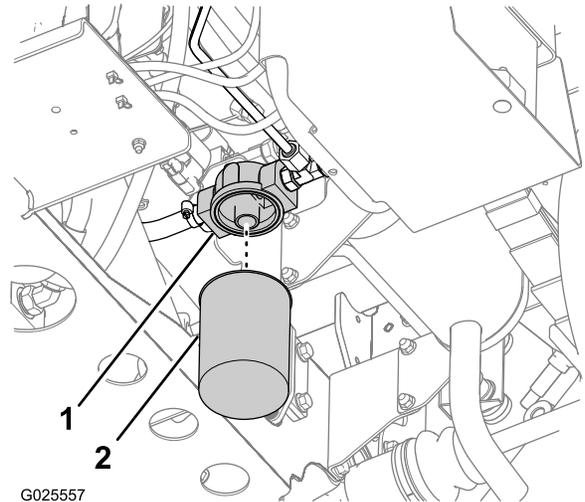

Figura 90
2. Pulite la superficie circostante il filtro (Figura 90).
3. Collocate una bacinella di spurgo sotto il filtro (Figura 90).
4. Estraete il filtro facendolo girare in senso antiorario (Figura 90).
5. Pulite la superficie della sede del filtro del relativo adattatore (Figura 90).
7. Inserite il nuovo filtro sul relativo adattatore in modo che la relativa guarnizione sia a contatto con la superficie della sede dell'adattatore (Figura 90), quindi serrate il filtro di un altro 1/2 giro (Figura 90).